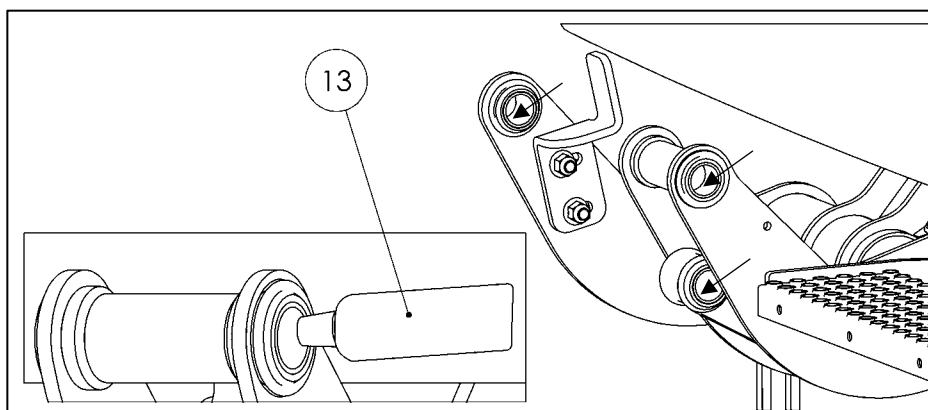

Abbildung 64
- Gleitlagerbuchsen gründlich mit Montage-Spezialfett (Beipack-Stückliste Pos.-Nr. 13) einfetten (siehe Abbildung 64).